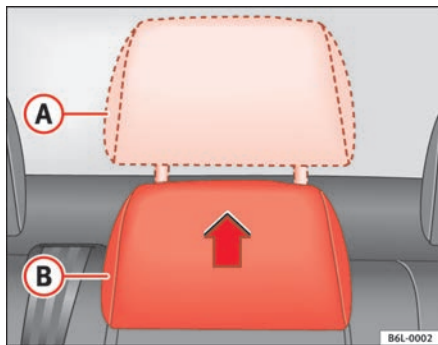

Abb. 5 Einstellung der mittleren hinteren Kopfstütze
- Erhöhte Position oder Gebrauchsstellung (A) ⇒ Abb. 5. In dieser Position verhält sich die Kopfstütze wie eine konventionelle Kopfstütze und schützt den Insassen auf dem mittleren Rücksitz in Verbindung mit dem Sicherheitsgurt.
- Außergebrauchsstellung (B) ⇒ Abb. 5. In der Außergebrauchsstellung wird die Sicht des Fahrers verbessert.